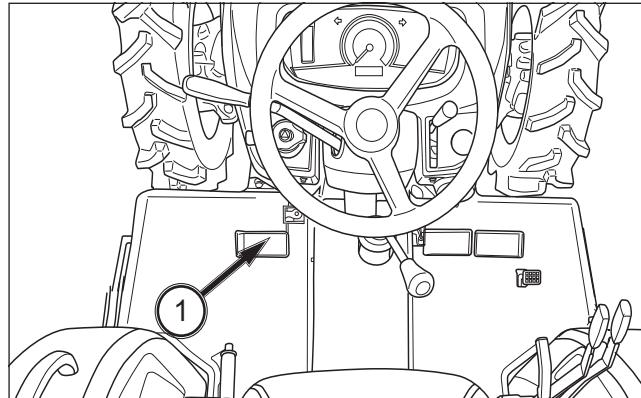

FIG. 46
FIG. 46 : lorsque la pédale d'embrayage (1) est complètement enfoncée, la transmission est débrayée, ce qui permet de démarrer le moteur, de changer les rapports et d'arrêter le déplacement du tracteur. Pour embrayer la traction intégrale (4 roues motrices), il faut aussi enfoncez la pédale d'accouplement.